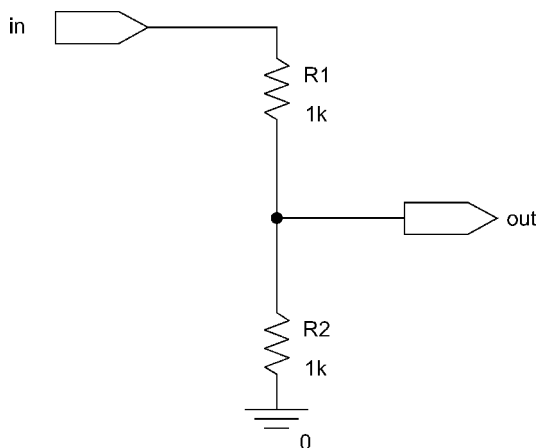

图 20.15 电阻分压器
6. 打开 Bottom 原理图，绘制如图 20.15 所示的电路。选择菜单 **Place > Hierarchical Port**，在电路中的 out 节点放置 PORTRIGHT - L 层端口，在 in 节点放置 PORTRIGHT - R 层端口。然后保存并且关闭原理图。